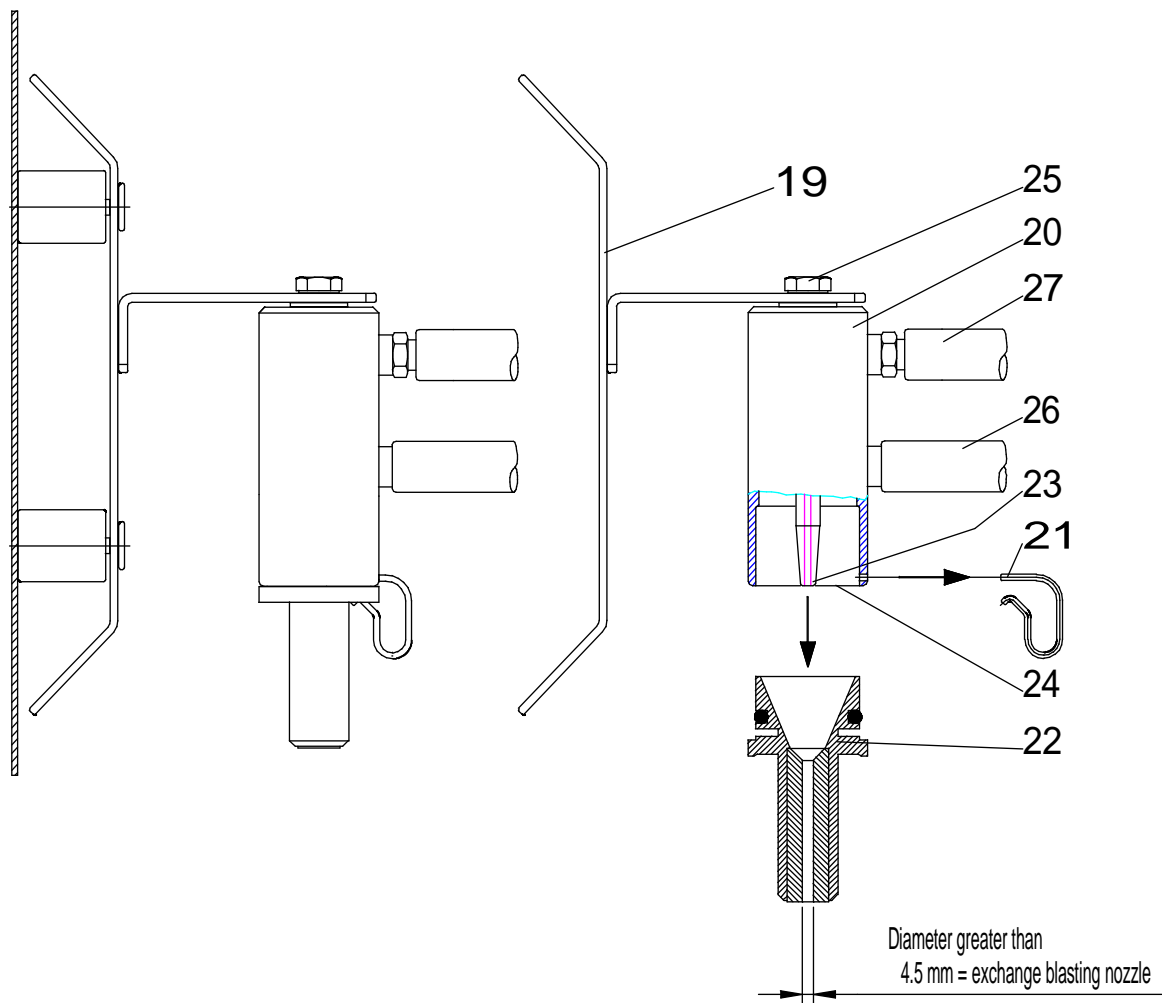

Abb. 4: Zerlegen des Injektors
1. Gerät am Hauptschalter (12) abschalten! Netzstecker ziehen!
2. Injektorhalterung (19) aushängen und aus dem Strahlraum herausnehmen.
3. Federstecker (21) seitlich abziehen.
4. Strahldüse (22) durch Gegenhalten am Injektorgehäuse (20) drehend herausziehen.
6. Eine stark ausgestrahlte Düse (22) (Durchmesser größer als 4,5 mm) ist zu ersetzen, siehe Abb. 4 Seite 14.
7. Injektornadel (23) sollte mit Injektorgehäuserand (24) bündig sein. Ist die Injektornadel mehr als 1,5 mm durch Abnutzung verkürzt, so ist der Injektor auszutauschen.
- Schraube (25) herausdrehen, Luftschlauch (27) abschließen und Injektor samt Strahlmittel-Ansaugschlauch (26) ausbauen.
8. Saugkorb (31) im unteren Teil des Sand Reservoirs auf Verschmutzung prüfen, ggf. reinigen, siehe hierzu „Ablassen des Strahlmittels“ Abschnitt „4.4“.